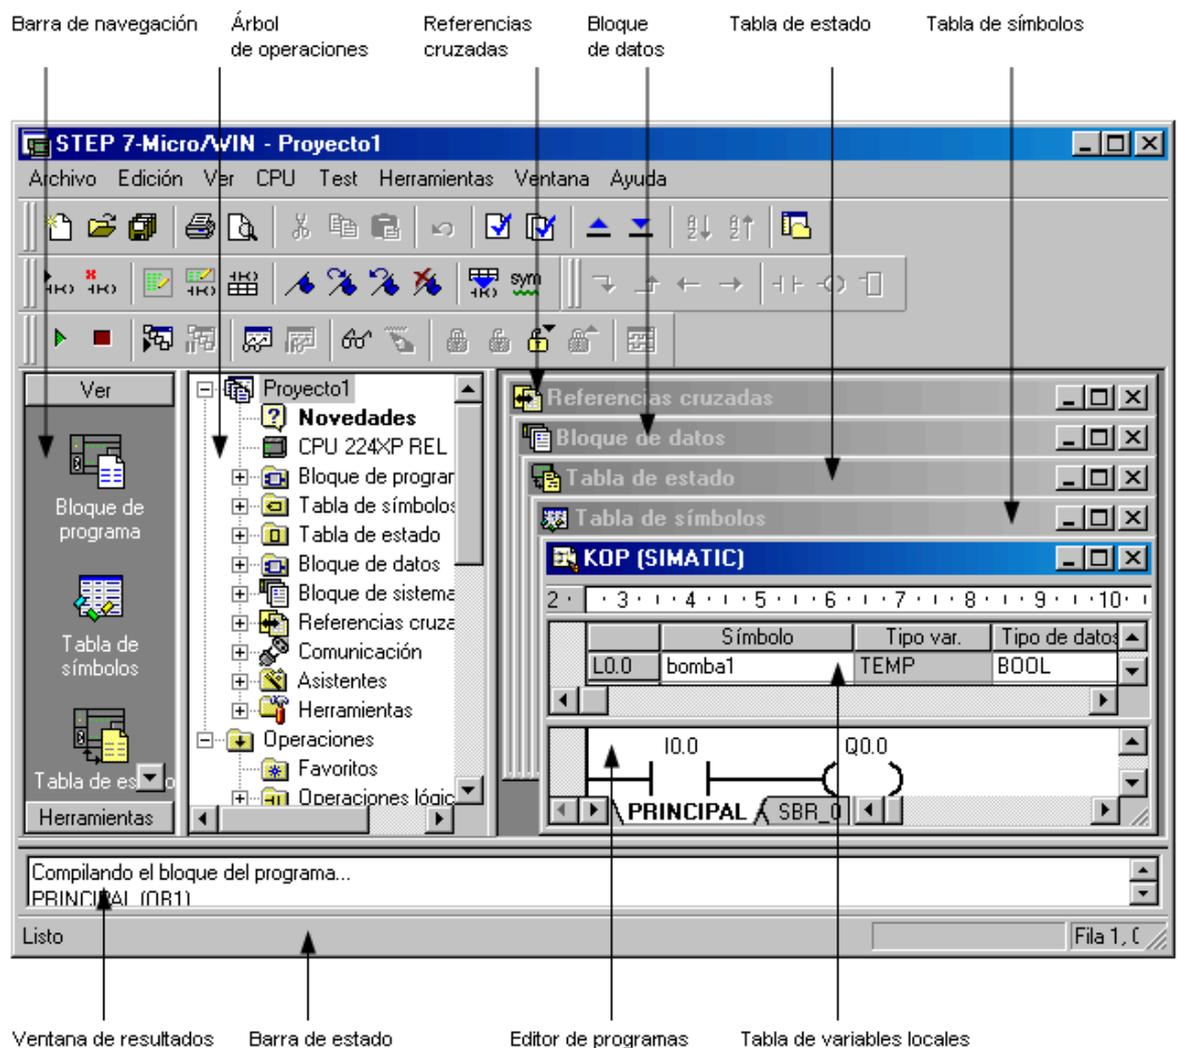

Figura 106: Componentes de la Ventana del Step 7-Micro/WIN [31]
2.4.1. Step 7-Micro/WIN: Software de Programación. Es un paquete de software de programación de 32 bits para el S7-200. El paquete de programación STEP 7-Micro/WIN constituye un entorno de fácil manejo para desarrollar, editar y observar el programa necesario con objeto de controlar la aplicación. (Ver figura 106)